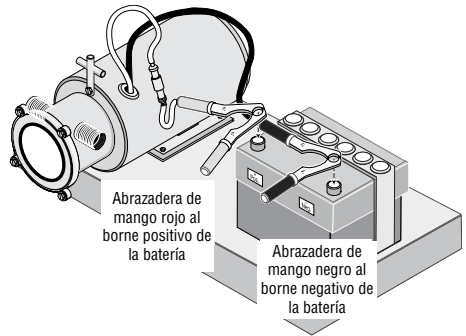

Figura 1 – Conexiones de cables.
AVISO Esta bomba viene equipada con un motor reversible de 12 voltios CC de tipo imán permanente. Asegúrese de que esté conectado debidamente según se ilustra para la dirección del flujo indicada por medio de las flechas en la caja de la bomba (consulte la Figura 1).
- Conecte los cables conductores del motor según se indica en la Tabla 1 y se ilustra en la Figura 1. La bomba se iniciará inmediatamente cuando se conecta a la energía.